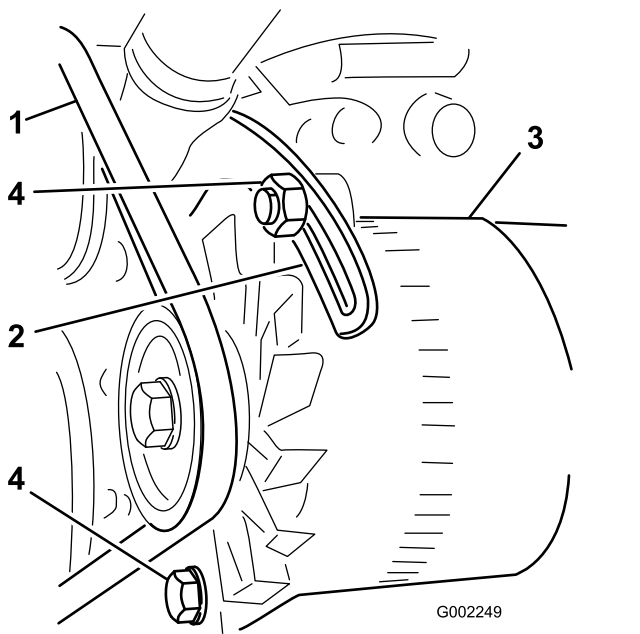

图69
3. 松开将皮带环形支架固定到发动机的螺栓、以及将发电机固定到皮带环形支架上的螺栓 **图69**。